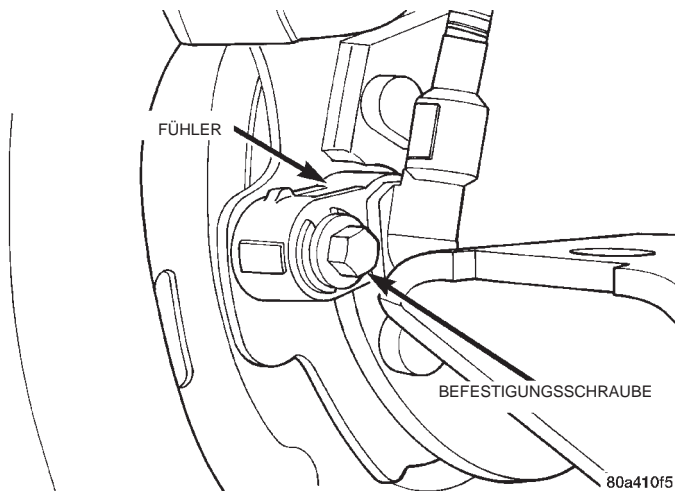

Abb. 10 Fühlerbefestigungsschraube
(6) Das Fühlerkabel von den Haltern an Achse und Fahrwerk und von den Halteklammern an der Bremsleitung lösen.
(7) Die Schraube zur Befestigung des Fühlers am Spritzschutzblech lösen (Abb. 10).
(8) Den Fühler vom Träger des Spritzschutzblechs abnehmen .